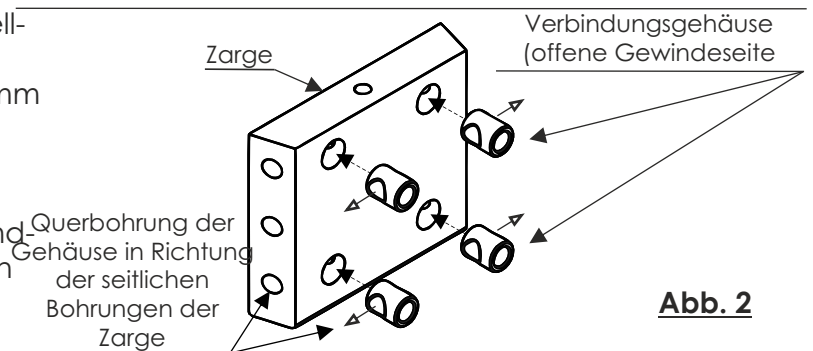

Abb. 2
3. Verschrauben Sie die Kufen mit je 4 Stück Ø4x25mm RW-Schrauben. Drehen Sie anschließend die Sockelschrauben in die hierfür vorgesehenen Gewindebohrungen der Kufen. (Abb. 2)
3. Legen Sie sich die Bank mit der Unterseite nach oben zurecht und positionieren die Fußgestelle auf diese Fläche. Die Bolzen dienen zur Stabilisierung der Rückenlehne und werden durch den unteren Boden in die Lehne geschoben. (Abb. 2)
4. Verschrauben Sie die Fußgestelle mit je sechs Ø6x20mm Flachzylinderkopfschrauben. (Abb. 2)
3. Legen Sie sich die Zargen zurecht. Drücken Sie in jeder Zarge vier Verbindungsgewandehäuse ein. Diese befinden sich im beiliegenden Beschlagsbeutel. Achten Sie darauf, dass die offene Gewindeseite des Gehäuses nach vorne und die Querbohrung zu den seitlichen Bohrungen gerichtet ist. (Abb.2)